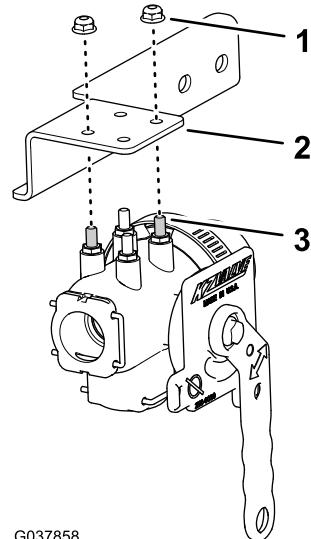

图 61
1. 将清洁加药器切断阀的螺栓与切断阀支架上的孔对齐 图 61。
2. 用 2 个凸缘锁紧螺母 1/4 英寸将阀安装到支架上 图 61 上紧锁紧螺母扭矩至 5267N·m。